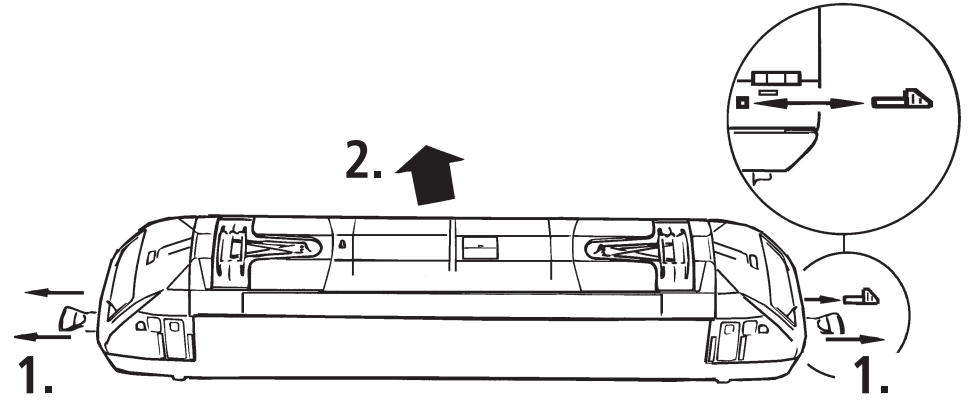

Fig. 5
**2. Lubrication:** Apply **tiny oil drops** to spots marked in fig. 5. Prior to lubrication dismantle locomotive (fig. 4). We recommend using item no. **10906, ROCO oiler**. For lubrication the gearparts (e.g. cogwheels, worm) we should recommend our ROCO **special grease** (item no. **10905**).
### 2. Graissage: N'appliquez **qu'une toute petite goutte** aux endroits indiqués par le plan de graissage (fig. 5) après avoir démonté la caisse de la locomotive (fig. 4). Nous vous recommandons